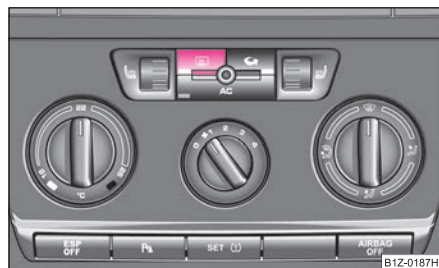

Fig. 49 Conmutador para la calefacción de luneta
- Se conecta o desconecta el calefactado de luneta pulsando el conmutador  ⇒ fig. 49 - el testigo de control en el conmutador se enciende o se apaga.